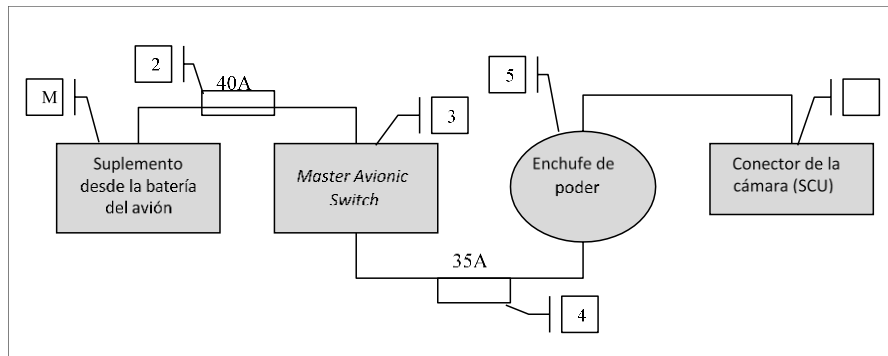

Figura 43. Suplemento de energía recomendado para la cámara
1. Realice la instalación del sistema electrónico en el avión, de acuerdo con las especificaciones técnicas dadas por el fabricante de los equipos, ver Figura 43: